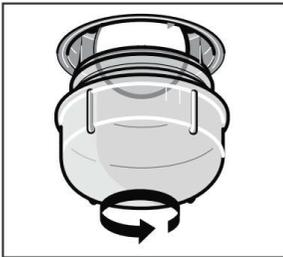

Abbildung 5
2. Drehen Sie die Glasabdeckung gegen den Uhrzeigersinn (Abbildung 5).